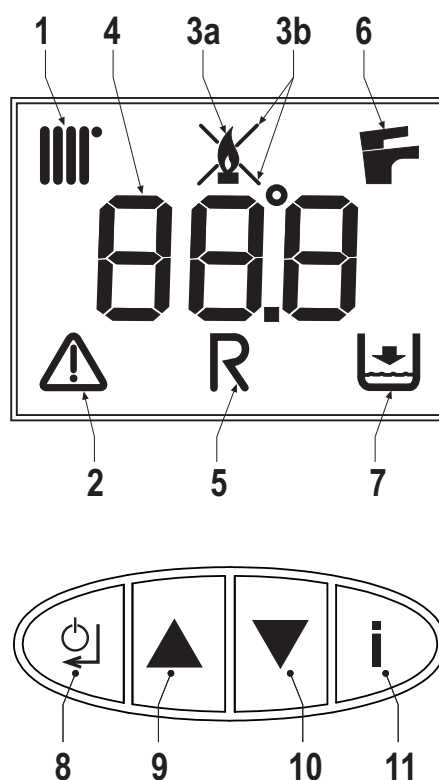

fig. 1 - Panoul de comandă
Cererea de încălzire (generată de Contactul de cerere, Termostatul de cameră sau Cronocomanda la distanță) este indicată de activarea simbolului caloriferului (det. 1 - fig. 1).
Pe afișajul multifuncțional (det. 4 - fig. 1) apare temperatura de la senzorul de încălzire, iar în intervalul de așteptare pentru încălzire apare mesajul "d2".
Cererea de apă caldă menajeră (generată de deschiderea robinetului de apă caldă) este indicată de activarea simbolului robinetului (det. 6 - fig. 1).
Pe afișajul multifuncțional (det. 4 - fig. 1) apare temperatura de la senzorul pentru apa caldă menajeră, iar în intervalul de așteptare pentru apa caldă apare mesajul "d1".
Apăsați pe tasta Pornit/Oprit (det. 8 - fig. 1) timp de 5 secunde.
Când dispozitivul este oprit, cartela electronică mai este încă alimentată cu energie electrică. Este dezactivată funcționarea circuitului de apă caldă menajeră și a circuitului de încălzire. Rămâne activ sistemul antiîngheț. Pentru a porni din nou dispozitivul, apăsați din nou pe tasta Pornit/Oprit (det. 8 - fig. 1) timp de 5 secunde.
Pentru a avea acces la meniul cu setările utilizatorului, trebuie să apăsați pe tasta Info (det. 11 - fig. 1).
Apăsați pe tasta Info (det. 11 - fig. 1) până când este afișat parametrul u01 din meniul cu setările utilizatorului.
Apăsați pe tasta Enter (det. 8 - fig. 1): este afișată valoarea curentă a parametrului u01.
Cu ajutorul tastelor (det. 9 și 10 - fig. 1), modificați temperatura de la un minim de 30°C la un maxim de 80°C.
Apăsați pe tasta Enter (det. 8 - fig. 1) pentru a confirma setarea.
După aceea apăsați pe tasta Info (det. 11 - fig. 1) până când ieșiți din meniu.
Apăsați pe tasta Info (det. 11 - fig. 1) până când este afișat parametrul **u02** din meniul cu setările utilizatorului.
Apăsați pe tasta Enter (det. 8 - fig. 1): este afișată valoarea curentă a parametrului **u02**.
Cu ajutorul tastelor (det. 9 și 10 - fig. 1), modificați temperatura de la un minim de 10°C la un maxim de 65°C.
Apăsați pe tasta Info (det. 11 - fig. 1) până când este afișat parametrul **u03** din meniul cu setările utilizatorului.
Apăsați pe tasta Enter (det. 8 - fig. 1): este afișată valoarea curentă a parametrului **u03**.
Cu ajutorul tastelor (det. 9 și 10 - fig. 1) setați modul Vară (0) sau modul Iarnă (1).
Apăsați pe tasta Info (det. 11 - fig. 1) până când este afișat parametrul **u04** din meniul cu setările utilizatorului.
Apăsați pe tasta Enter (det. 8 - fig. 1): este afișată valoarea curentă a parametrului **u04**.
Cu ajutorul tastelor (det. 9 și 10 - fig. 1) setați modul Economy (0) sau Comfort (1).
După aceea apăsați pe tasta Info (det. 11 - fig. 1) pentru a ieși din meniu.
Apăsați pe tasta Info (det. 11 - fig. 1) până când este afișat parametrul **u05** din meniul cu setările utilizatorului.
Apăsați pe tasta Enter (det. 8 - fig. 1): este afișată treapta curentă din puterea maximă.
Cu ajutorul tastelor (det. 9 și 10 - fig. 1) pentru a modifica puterea maximă: de la 1 (Treapta minimă) la 5 (Treapta maximă).
Apăsați pe tasta Info (det. 11 - fig. 1) până când este afișat parametrul **u06** din meniul cu setările utilizatorului.
Apăsați pe tasta Enter (det. 8 - fig. 1): este afișată valoarea curentă a parametrului **u06**.
Cu ajutorul tastelor (det. 9 și 10 - fig. 1) modificați modul de funcționare:
Apăsați pe tasta Info (det. 11 - fig. 1) până când este afișată informația **u07** din meniul cu setările utilizatorului. Apăsați pe tasta Enter (det. 8 - fig. 1): este afișată puterea curentă a arzătorului (Treapta) și starea flăcării.